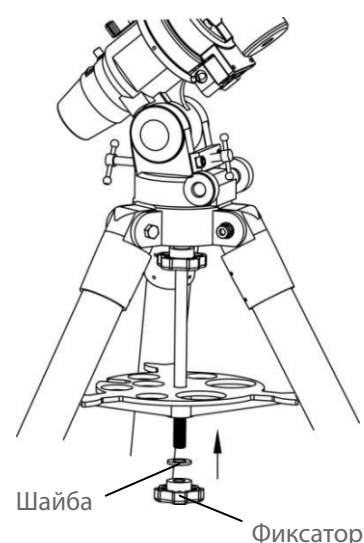

Рис. 3
1.3 Установка лотка для аксессуаров (рис. 3)